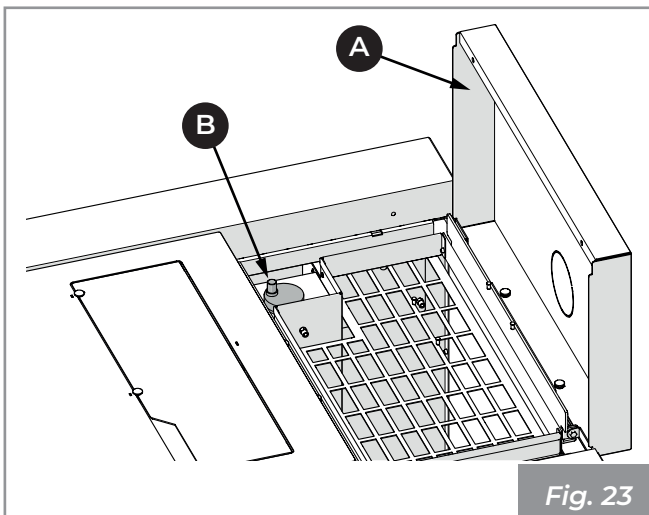
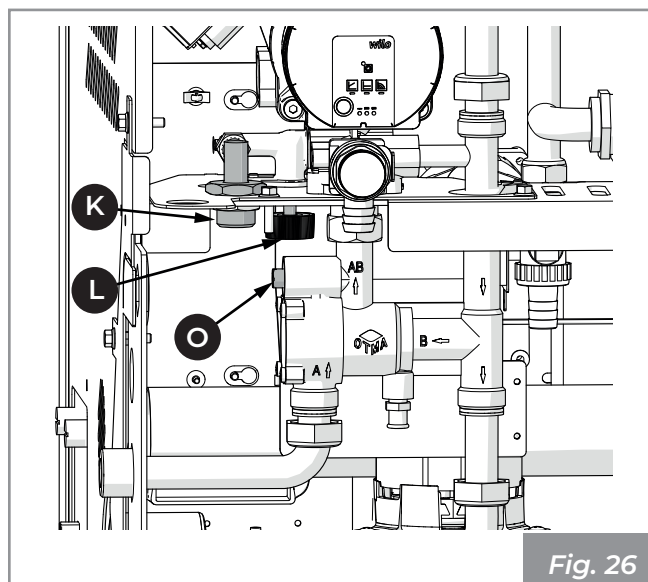

Fig. 23
Fig. 26
- abrir la tapa del depósito (A) y aflojar el tapón de la válvula de ventilación automática (B), en caso de que necesite eliminar el aire presente en la caldera durante la fase de carga de la instalación (Fig. 23).
Conectar un tubo de agua del acueducto al racor de carga (K), abrir la válvula de ventilación (B) (Fig. 23), abrir el grifo de carga (L), permitiendo que el agua fluya hasta que el aparato esté completamente lleno (Fig. 26). Cerrar la válvula de ventilación y esperar hasta que se alcance la presión mínima de funcionamiento (1 bar), que se puede comprobar en el manómetro (P) ( ).
- Luego abrir la válvula de ventilación (B) (Fig. 23), abrir el grifo de derivación en la válvula anti-condensación (O), permitiendo así que el agua fluya desde el sistema hasta que la caldera esté completamente llena (Fig. 26). Cerrar la válvula de ventilación y esperar hasta que se alcance la presión mínima de funcionamiento (1 bar), que se puede comprobar en el manómetro (P) ( ).
- 2) Conectar un tubo a la descarga de la instalación (M), abrir la válvula de ventilación, abrir el grifo de descarga (N), dejando que el agua fluya hasta que el aparato se vacíe completamente. Cerrar la válvula de ventilación y el grifo (N) (Fig. 26).